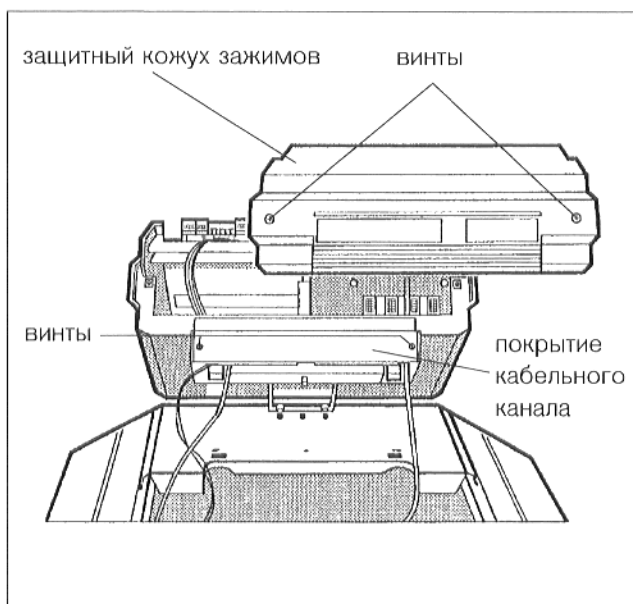

Рис. 15
- Вывинтить два винта из защитного кожуха зажимов регулятора (рис. 15). Снять защитный кожух.
Вытащить оба винта из покрытия кабельного канала (рис. 15). Снять покрытие кабельного канала.